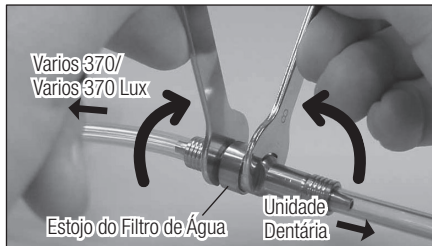

Fig.21
- 2) Coloque duas chaves de aperto (5x8) e rode-as conforme mostrado na Fig. 21.